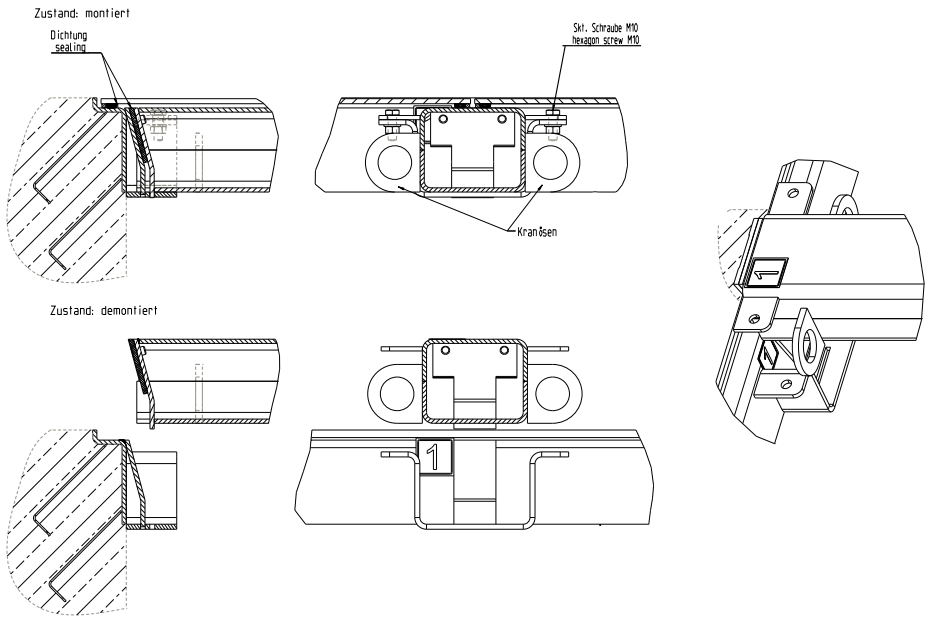

Fig. 13 – SD7-tvärstag
4. Använd lyftanordningar för att försiktigt och smidigt lyfta ut mittbalken från fästena → Luta inte mittbalken. Förvara mittbalken på en säker plats. Markera mittbalken för att förhindra att det byts ut eller vrids vid återmonteringen. Som regel har detta redan indikerats på fabriken med dekalerna på ramen och mittbalken. (se fig. 13)